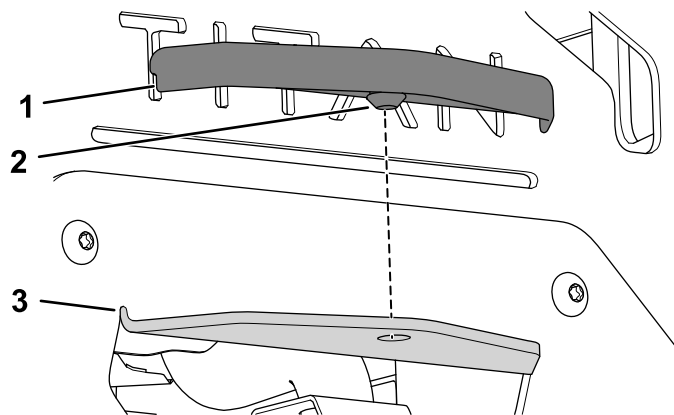

Figura 22
2. Allineate il coperchio dell'attacco sull'attacco e premetelo in posizione (Figura 22).